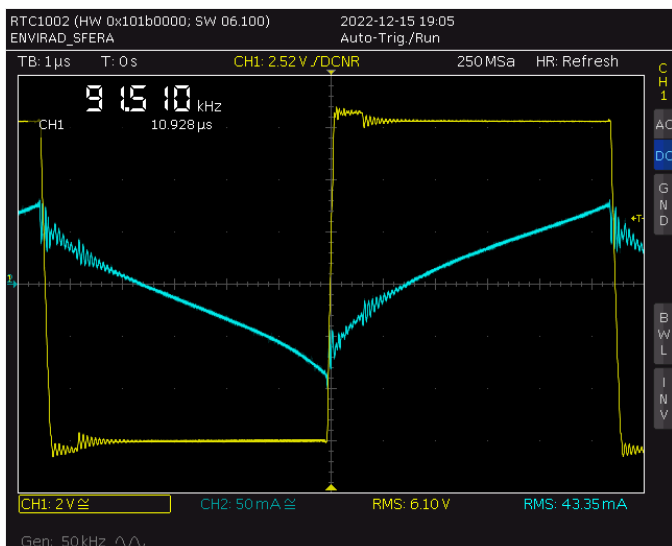

Рис.3. Оптимальный режим -- практически линейный рост тока намагничивания.
-- домотаем обмотку до 12 витков (1 виток на вольт). Или немного повысим частоту -- и получим совершенно линейный график тока и ток холостого хода 22 мА (рис.3).